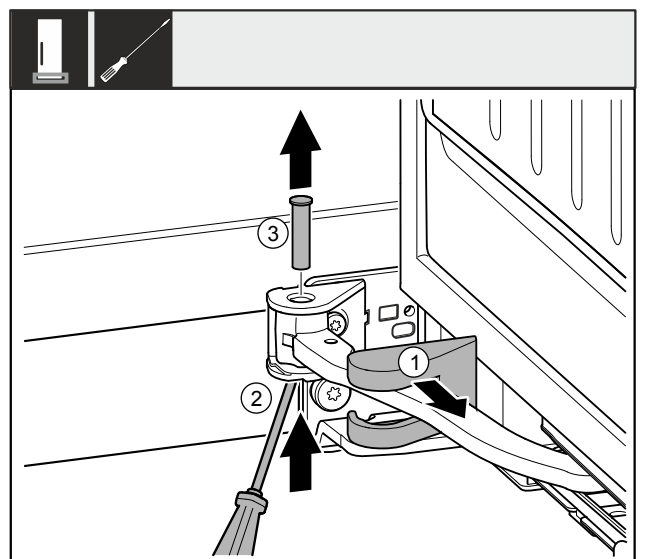

Fig. 10
- ▶ 卸下托架盖 Fig. 10 (1) 并沿着铰链移动。
- ▶ 将螺栓 Fig. 10 (2) 用螺丝刀从下方提起。
- ▶ 从上方拉出螺栓 Fig. 10 (3)。